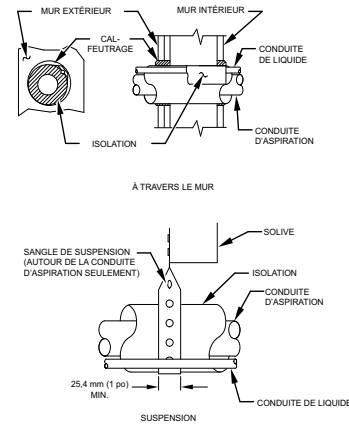

Figure 1 – Installation des conduites
6. Lorsque vous acheminez les conduites de frigorigène à travers le mur, scellez l'ouverture au moyen d'un composé à base de silicone résistant aux variations de température ou de tout composé de calfeutrage souple à base de silicone (voir la Figure 1).
8. Ne suspendez pas les conduites de frigorigène aux solives et poutres au moyen de fils rigides ou de sangles en contact direct avec les conduites (voir la Figure 1).
10. Au besoin, utilisez les sangles de suspension de 25 mm (1 po) de largeur qui correspondent à la forme de l'isolation des conduites (voir la Figure 1).